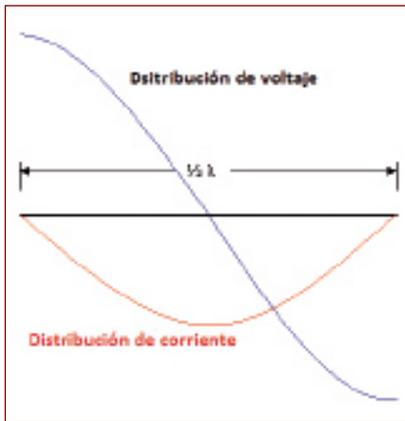

Figura 2
► Soportar la alta tensión que se encuentra en el extremo de la antena donde colocaremos el Matchbox. La End Fed es una antena alimentada en tensión, como muestra la figura 2, donde se aprecia que la máxima tensión se encuentra en los extremos y la mínima en el centro, casualmente donde se alimenta el dipolo de media onda.